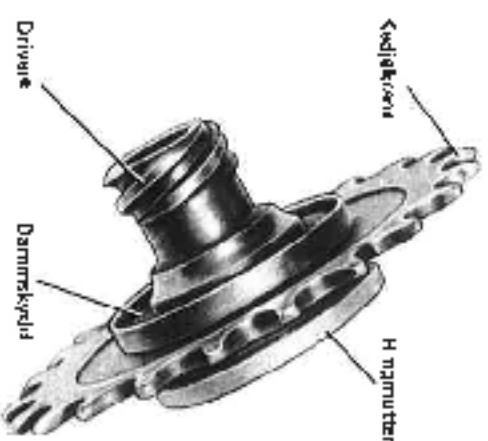

Bild 3. Kedjefjädern m m
3. Sätt dit dammskyddet 8, skruva fast kedjekransen 7 och mjönskruvan 6 på drivaxeln 9, bild 3.